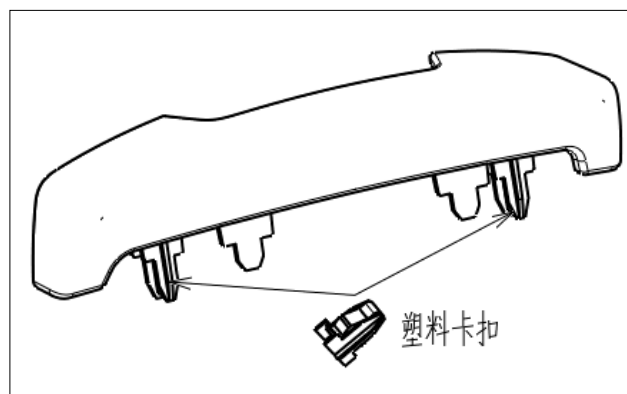

图 1.6.3 副仪表板按钮面板总成
- (1) 用一字螺丝刀沿面板边沿安装点附近分别撬启一条能放下手指的缝隙，然后双手伸入握着面板将两个塑料卡扣依次拔出。如图 1.6.3 所示。
- (2) 副仪表板按钮面板总成的安装：把面板两个塑料卡扣对准副仪表板本体安装孔，用合适的力使塑料卡扣安装紧凑，确保安装外观。